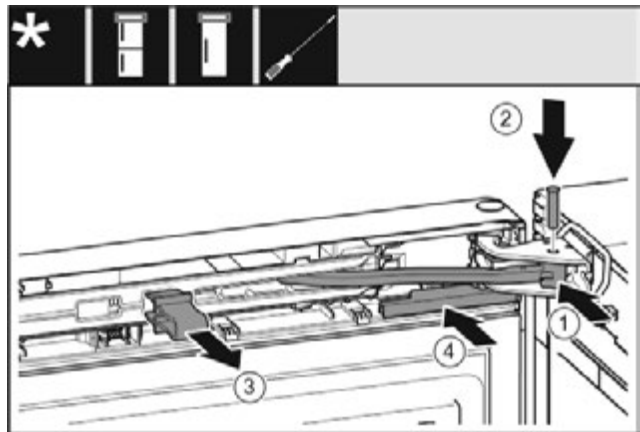

Fig. 39
- ▶ Поверніть шарнір в опорному кронштейні. Fig. 39 (1)
- ▶ Встановіть гвинт в опорний кронштейн та шарнір. При цьому виступ фіксатора повинен займати правильне положення в пазу. Fig. 39 (2)
- ▶ Зніміть запобіжник. Fig. 39 (3)
- ▶ Насуньте кришку. Fig. 39 (4)